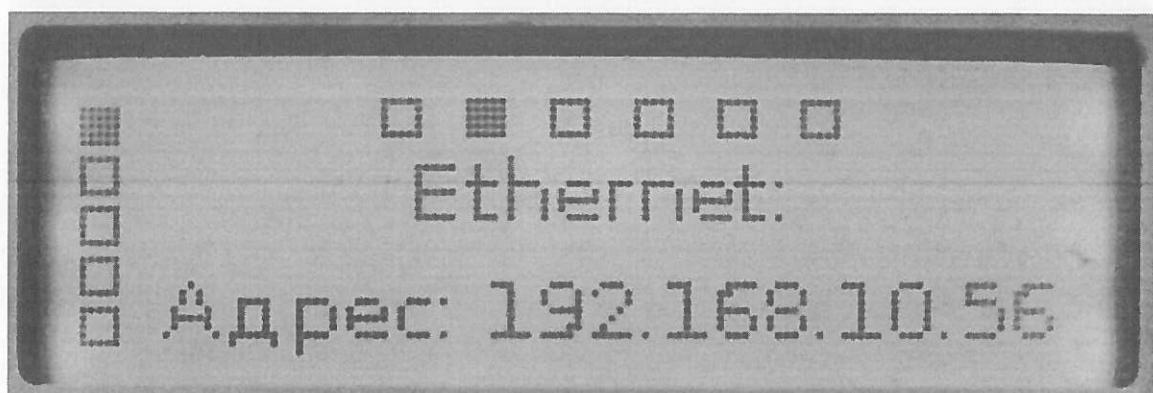

Рисунок 4.8
- Параметры интерфейса Ethernet – IP-адрес изделия в сети Ethernet (рисунок 4.8);